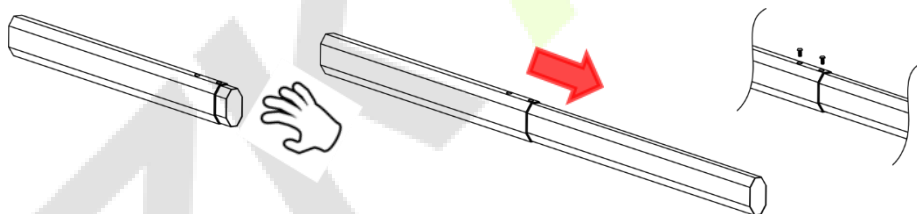

Figura 1 Conecte a barra principal ao torno com 2 parafusos
- Puxe o braço da para fora da barra principal e, em seguida, fixe-o com 2 parafusos, conforme mostrado na Figura 1.